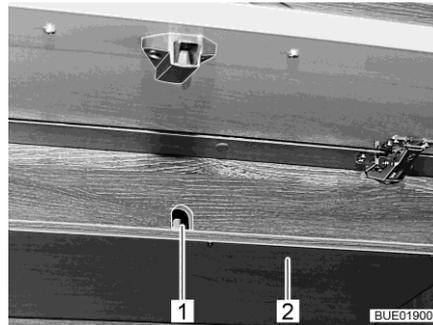

Bild 216 Klappe am Hängeschrank
- Abdeckung (Bild 216,2) unter der Zugangsöffnung (Bild 216,1) der Kurbel entfernen.